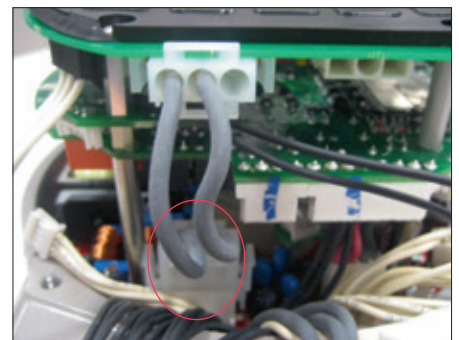

Abb. 32
- Schließen Sie das 2-polige Stromversorgungskabel der OM13-Karte an die Stromversorgungsplatine an (Abbildung 32).